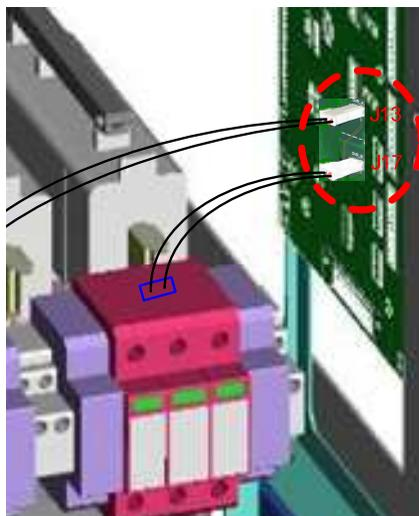

Figura 17-1: Collegamento del cassetto DC alla scheda
3. Scollegare i cavetti di segnalazione degli scaricatori J13 e J17 dalla scheda posta sul lato destro del vano fusibili DC (Figura 17-1)